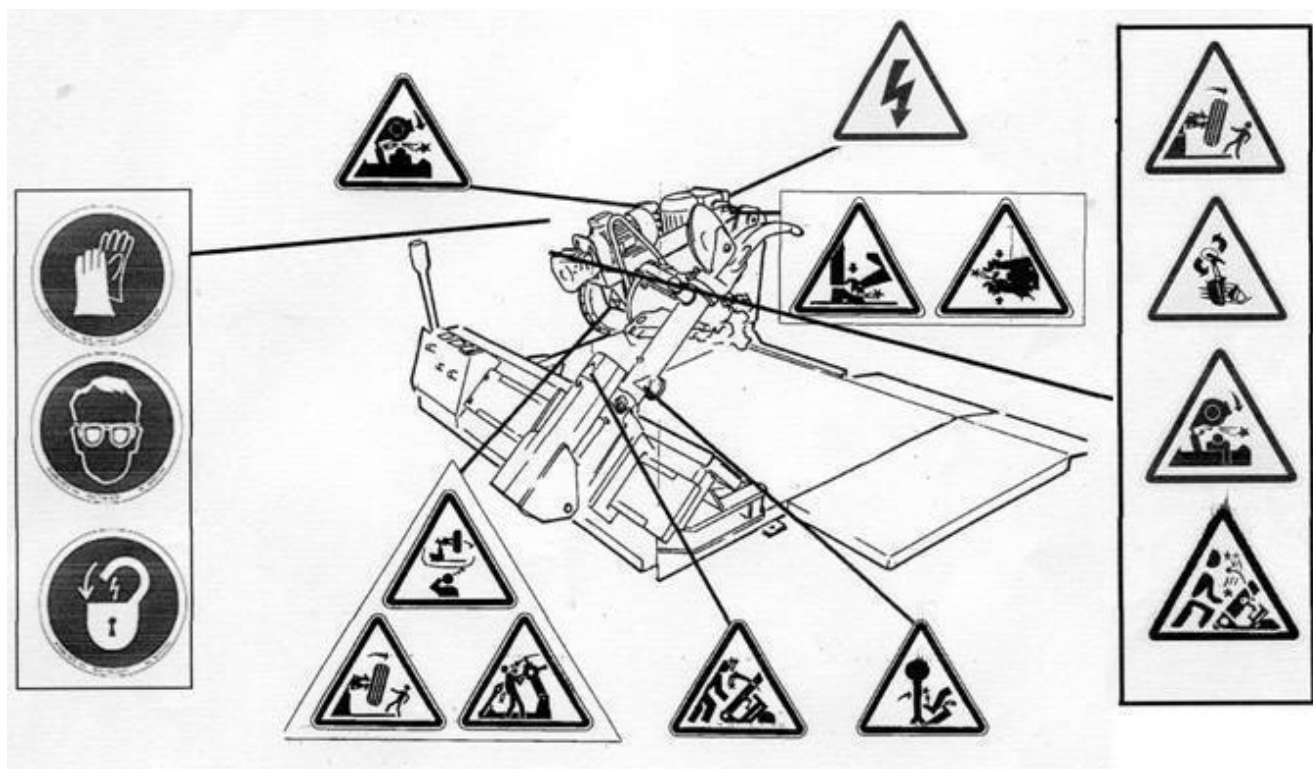

Рисунок 12
7.6.1 Перед включение станда изучить инструкцию в отношении предупреждающих знаков (Рисунок 12) и таблицу 2.